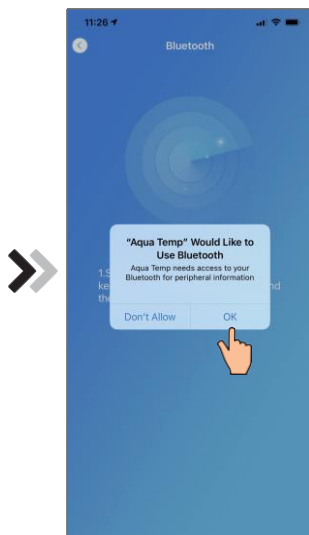

Fig.10 Autoriser la permission bluetooth
- 4 Cliquez sur "OK" pour autoriser la permission bluetooth (Fig.10);